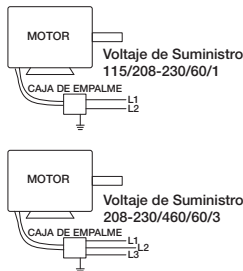

Figura 11 — Diagrama de Cableado Típico
7. Se debe comprobar la dirección de giro de la hélice encendiendo momentáneamente la unidad. El giro puede ser en cualquier dirección dependiendo de si la aplicación requiere un ventilador aspirante o de suministro. El giro del ventilador se puede invertir agregando el accesorio de interruptor de tambor o en aplicaciones trifásicas intercambiando cualquier par de los tres conductores eléctricos, o para instalaciones monofásicas siga el diagrama de cableado que se encuentra en el motor o consulte la Figura 11 en la página 5.
2. Conecte el motor en el voltaje que desee según el diagrama de cableado que se encuentra en el motor o consulte la Figura 11 para conocer el diagrama de cableado de conexiones.